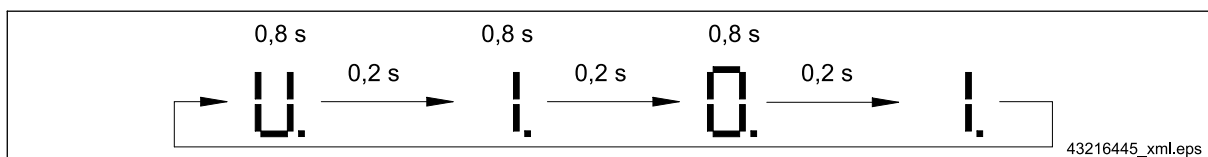

Abb. 7 Beispiel: Software-Version 1.01
- Software-Version ⇒ Abb. 7, Seite 28,